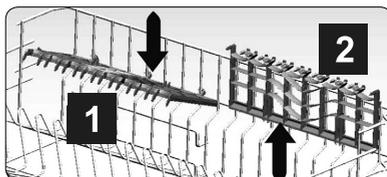

Рис. 9
- Использование полок позволяет увеличить полезный объем верхней корзины. На полки, находящиеся в открытом положении (рис. 9, иллюстрация 1), можно ставить стаканы и чашки, а бокалы и рюмки на тонкой ножке подвешивать в их вырезах. Чтобы лучше разместить маленькие кастрюли и миски, полки можно сложить (рис. 9, иллюстрация 2).